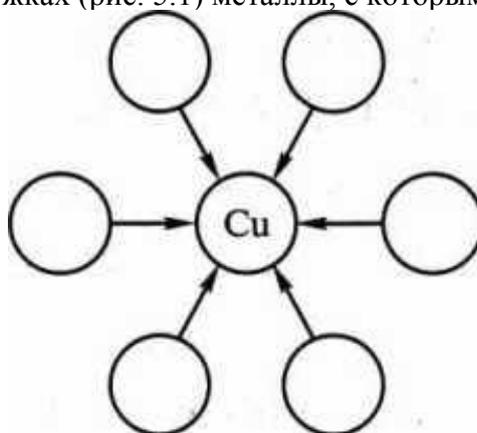

Рис. 5.1. «Планета» Медь
4. Запишите в свободных кружках (рис. 5.1) металлы, с которыми медь образует сплавы.